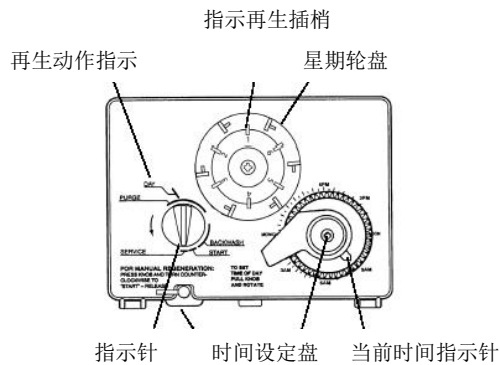

图 2
1. 打开阀的上盖。可见如图 2 为 440i 的控制面板。
一. 440i 控制器 (图 2)